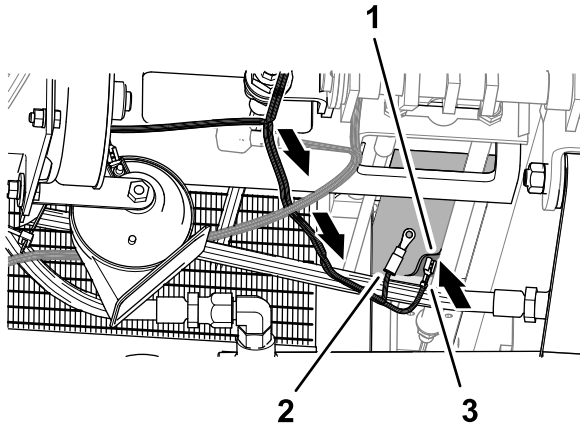

Figura 17
1. Sul lato sinistro del radiatore, instradate i connettori con l'etichetta OPTIONS POWER e HORN GROUND del cablaggio preassemblato del kit verso l'alto e all'indietro, spingendo i connettori attraverso i blocchi di schiuma sovrapposti (Figura 17).